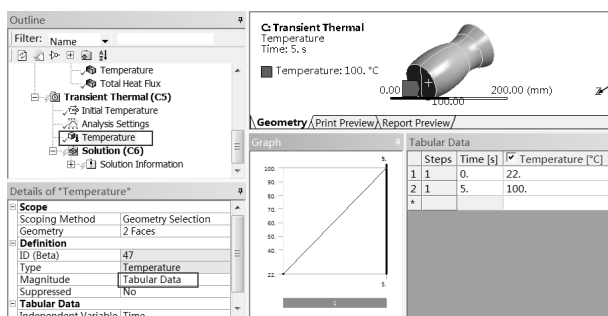

图 15-32 添加激励
Step3：添加温度载荷，如图 15-32 所示，在 Details of “Temperature”面板中做如下设置。